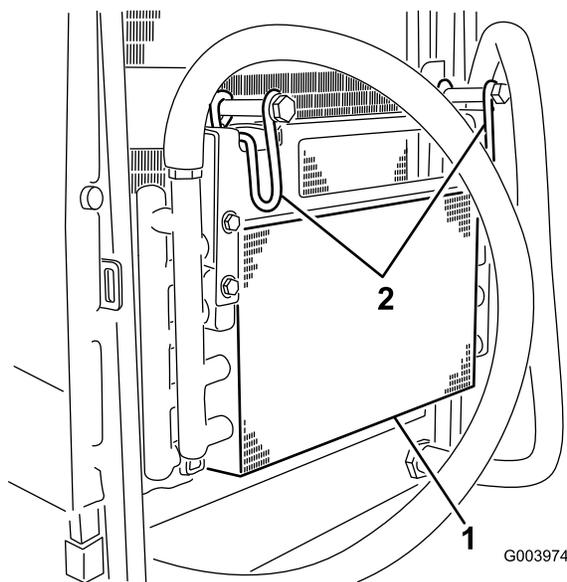

図 72
- オイルクーラのラッチを内側に倒してオイルクーラを外す（図 72）